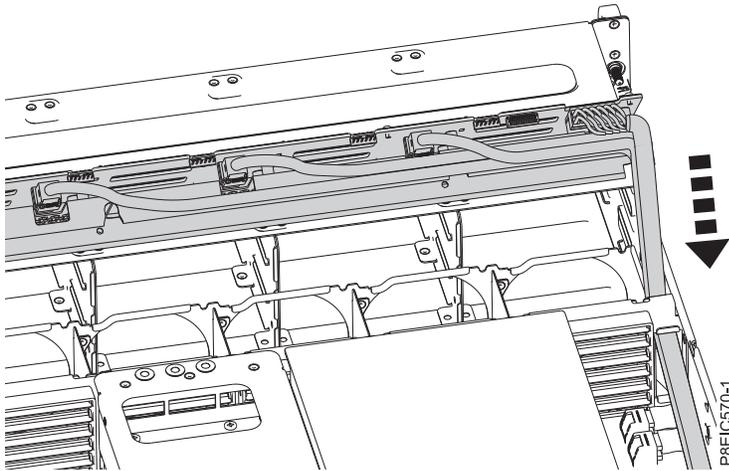

Abbildung 29. Laufwerkskabel installieren
3. Führen Sie das Signalkabel des Lüfters und die Signalkabel des Laufwerks vorsichtig durch das Chassis, um diese einzusetzen (siehe Abb. 29).